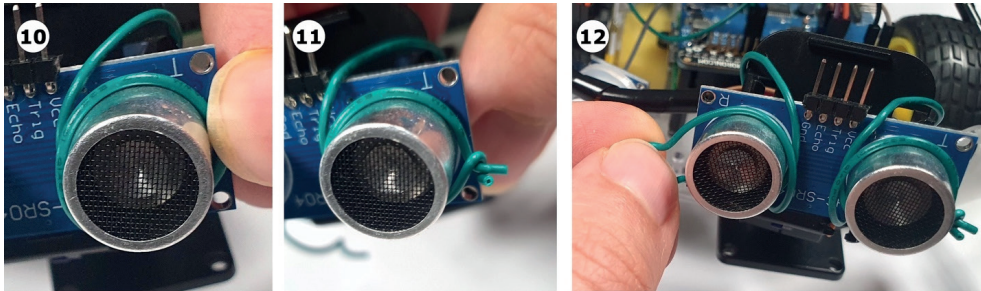

Рис. 10.20. Скручиваем концы провода и повторяем шаги с правой стороны
11. Скрутите верхний и нижний концы вместе, как показано на рис. 10.20.